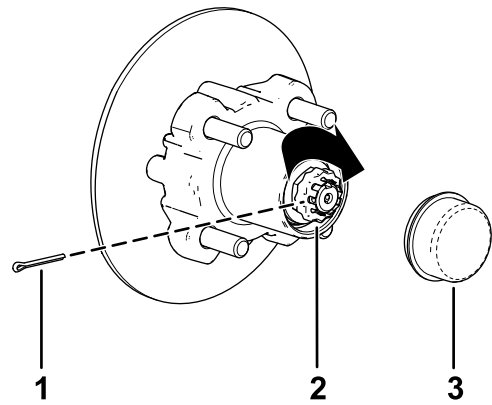

Figure 43
8. Placez le frein d'écrou sur l'écrou et vérifiez que la fente du frein d'écrou et le trou dans la fusée sont alignés et permettent d'insérer la goupille fendue (Figure 43).
9. Insérez la goupille fendue et repliez chaque jambe autour du frein d'écrou (Figure 43).
10. Reposez le couvre-moyeu sur le moyeu (Figure 43).